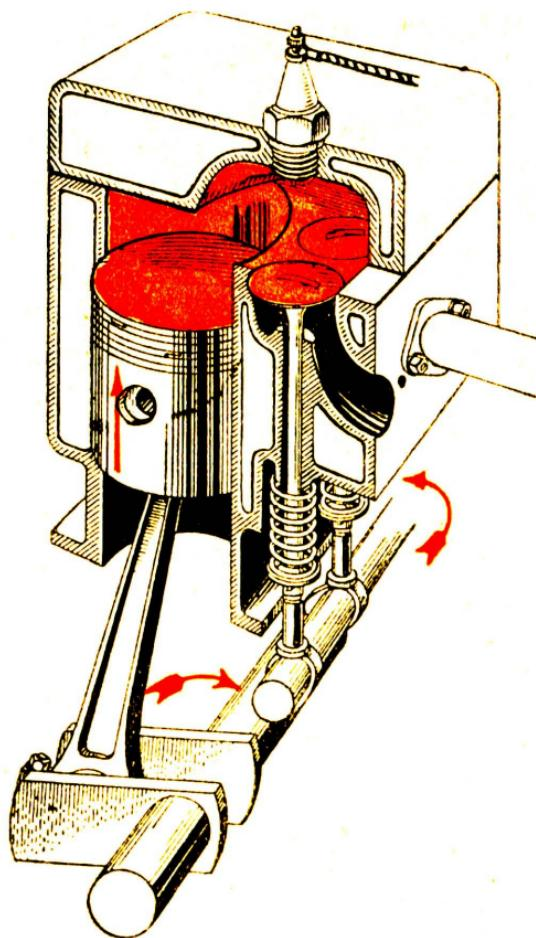
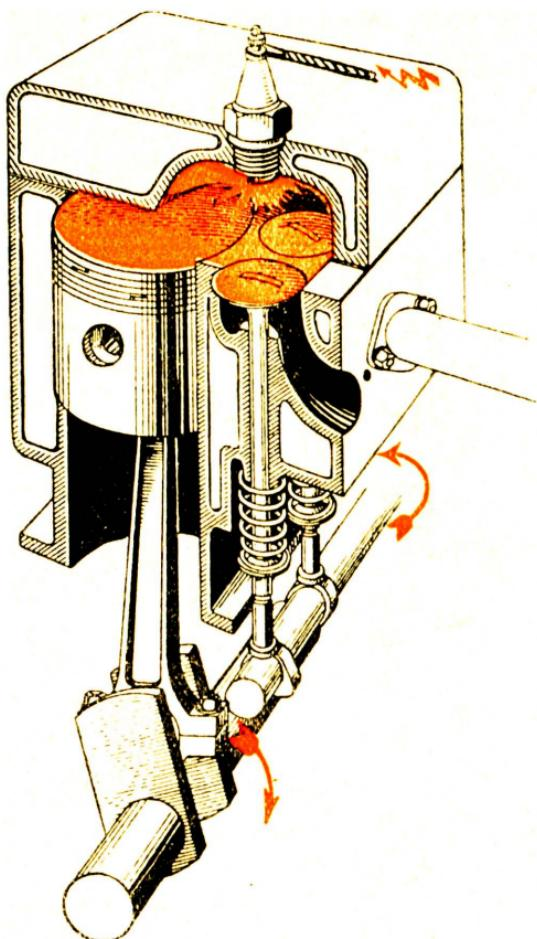

Рис. 4. Сув стиску.
Рис. 5. Запал.
2. **Сув стисну або компресія.** Обертаємо корбою дальше в тім самім напрямі. Толок рухається вгору, обидва хлипаки зачинені (рис. 4). Толок стискає зассану в першому суві суміш в дуже малий простір між толоком і головою циліндра. Суміш нагрівається до 200°C і осягає тиск 7 до 12 атмосфер. В горішньому мертвому положенню толока (рис. 5) електрична іскра запалює суміш, яка вибухає.